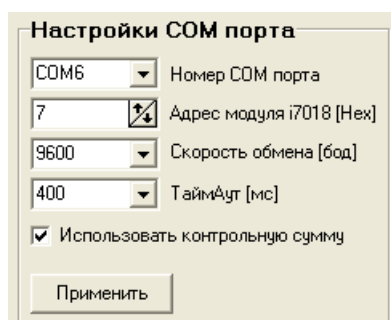

Рисунок 4.2 Параметры COM порта.
4.1.1. В этой части окна (см рис.4.2) можно выбирать COM порт, из тех, которые есть в компьютере; выбрать адрес модуля I-7018; скорость обмена; таймаут и наличие контрольной суммы.